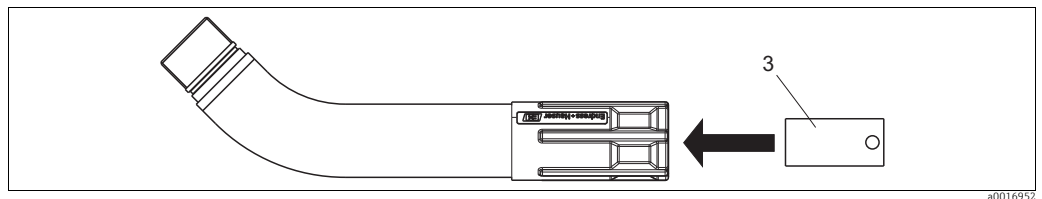

Fig. 12: Desmontaje del fijador de desenganche rápido
2. Introducir la herramienta de montaje en las pinzas de conexión (→ Fig. 12) y presionarla muy fuerte en la dirección de la flecha.